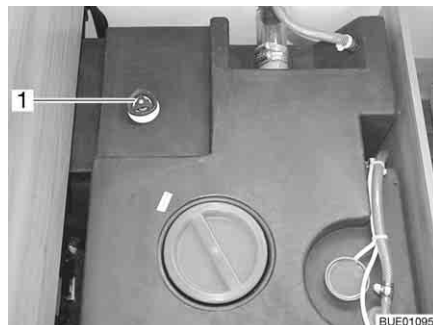

Bild 241 Vattentank med ratt
- Vrid ratten på vattentanken moturs mot motståndet till stoppläget (Bild 241,1) för att öppna utloppsöppningen helt.